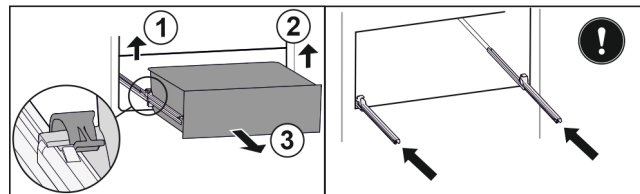

Fig. 111
- ▶ Linke Klemme anheben und gleichzeitig Schubfach links nach vorne ziehen. Fig. 111 (1)
- ▶ Rechte Klemme anheben und gleichzeitig Schubfach rechts nach vorne ziehen. Fig. 111 (2)
- ▶ Schubfach nach vorne entnehmen. Fig. 111 (3)